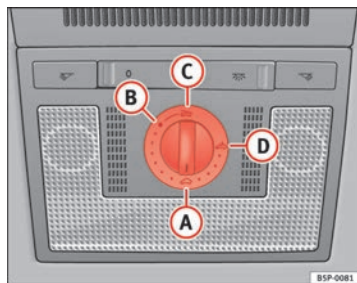

Abb. 68 Detailansicht des Dachhimmels: Drehschalter Schiebe-/Ausstelldach
- Drehen Sie den Drehschalter in Stellung **(A)** ⇒ Abb. 68 ⇒ .